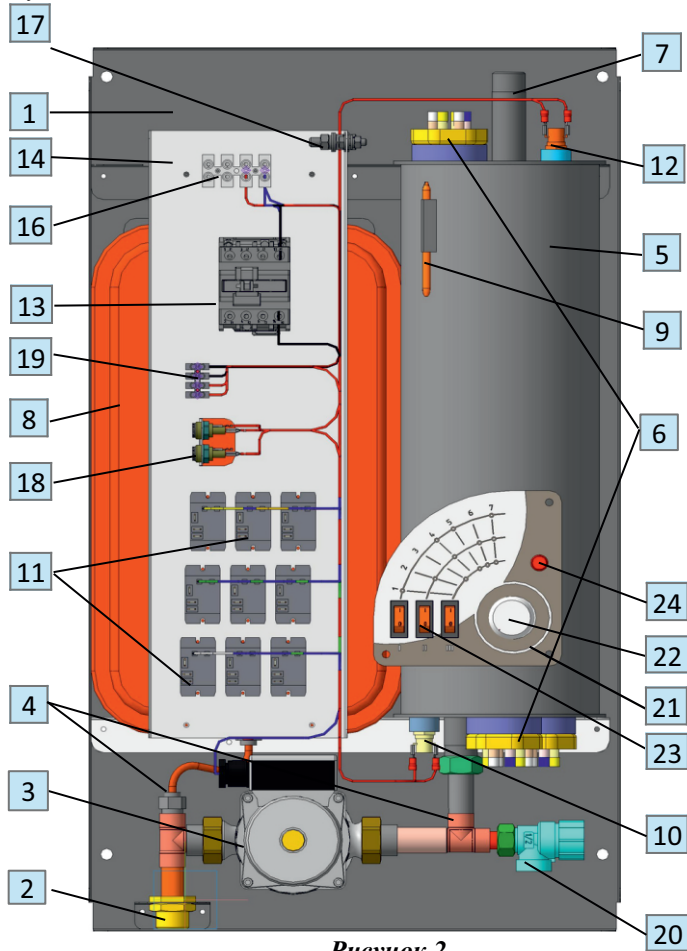

Рисунок 2
6.4.3 Зажим винтовой XT2 (19) (рисунок 2) предназначен для подключения внешнего термостата, ведущего котла или системы управления отоплением MY HEAT GSM, MY HEAT SMART или их аналогов. Отключение нагрева можно реализовать подключением нормально замкнутого датчика (разрывающего цепь напряжением до 230 В при достижении требуемой температуры) к контактам зажима винтового XT2 "Датчик температуры воздуха". Дополнительно, подключение контактов контроллера в соответствии с рисунком 10 к клеммам «Сигнал отказа» позволяет владельцу прибора получить сигнал об аварийном отключении.